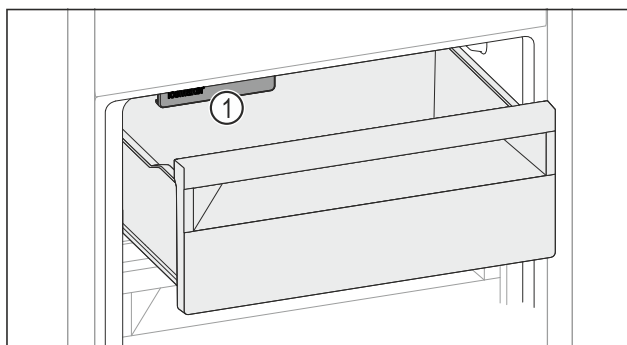

Fig. 168
- ▶ Учитывайте IceMaker Fig. 168 (1).